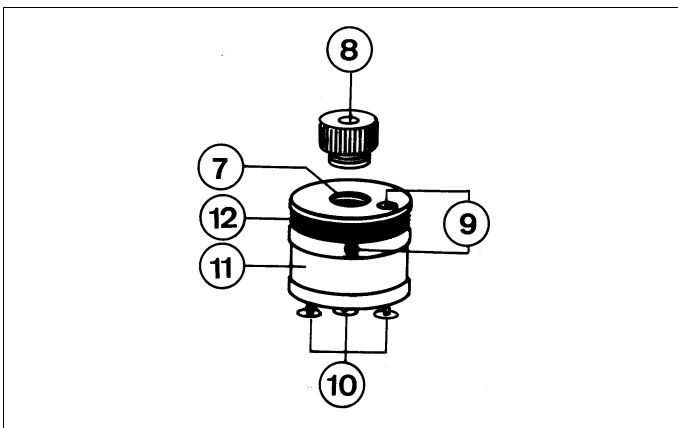

Fig. 3
2.2 Kalorimeterkörper (388 01-04); s. Fig. 3
2.2 Calorimeters (388 01 to 04); see Fig. 3
- ① 2-mm-Stecker für 2-mm-Buchsen ⑨ der Kalorimeterkörper (388 02/03/04), s. Fig. 1 und Fig. 3
- ② 4-mm-Stecker für 4-mm-Buchsen des Stromversorgungsgerätes sowie von Spannungs- und Strommesser
Verschlußschraube (s. Fig. 3) herausdrehen.
- ① 2-mm plug for 2-mm sockets ⑨ of calorimeters (388 02/03/04), see Fig. 1 and Fig. 3
- ② 4-mm plug for 4-mm sockets of power supply unit as well as voltmeter and ammeter
Remove the locking screw (see Fig. 3).